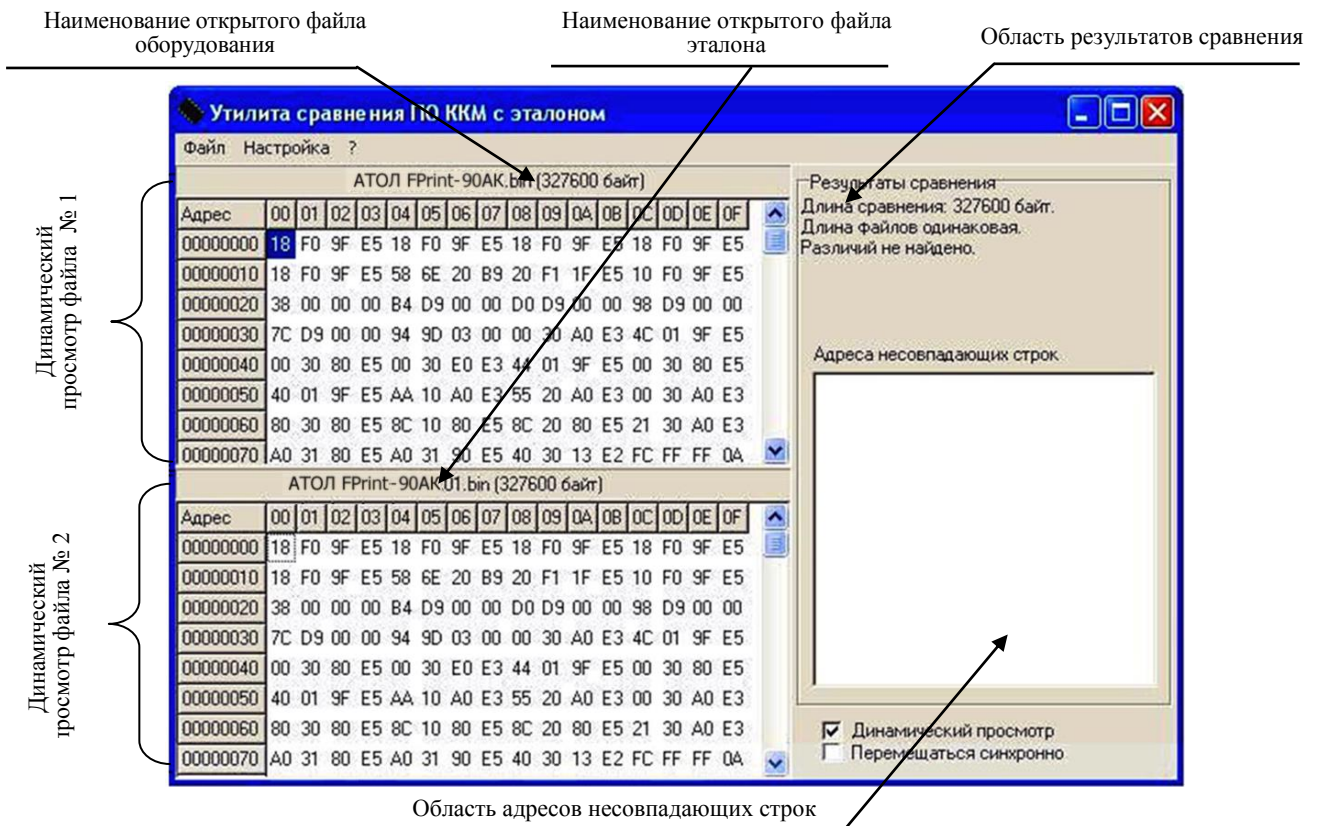

Рисунок 38. Окно утилиты **Comparer.exe** (открыто содержимое файлов эталона и считанного с ККМ)
11. Запустить на ПК утилиту сравнения **Comparer.exe** (смотри рисунок 38), которая предоставляется технической поддержкой компании АТОЛ.